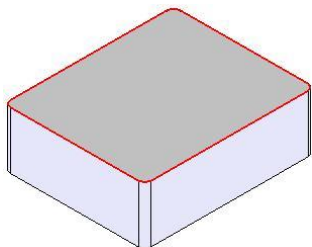
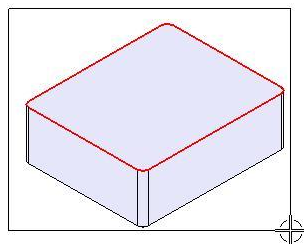

图7-42
图7-43
9. 在【特征操作】工具条中单击【缝合】按钮，弹出【缝合】对话框。选择片体，如图 7-42 所示，框选所有片体，如图 7-43 所示，然后单击**确定**按钮将所有片体合并为一个实体。